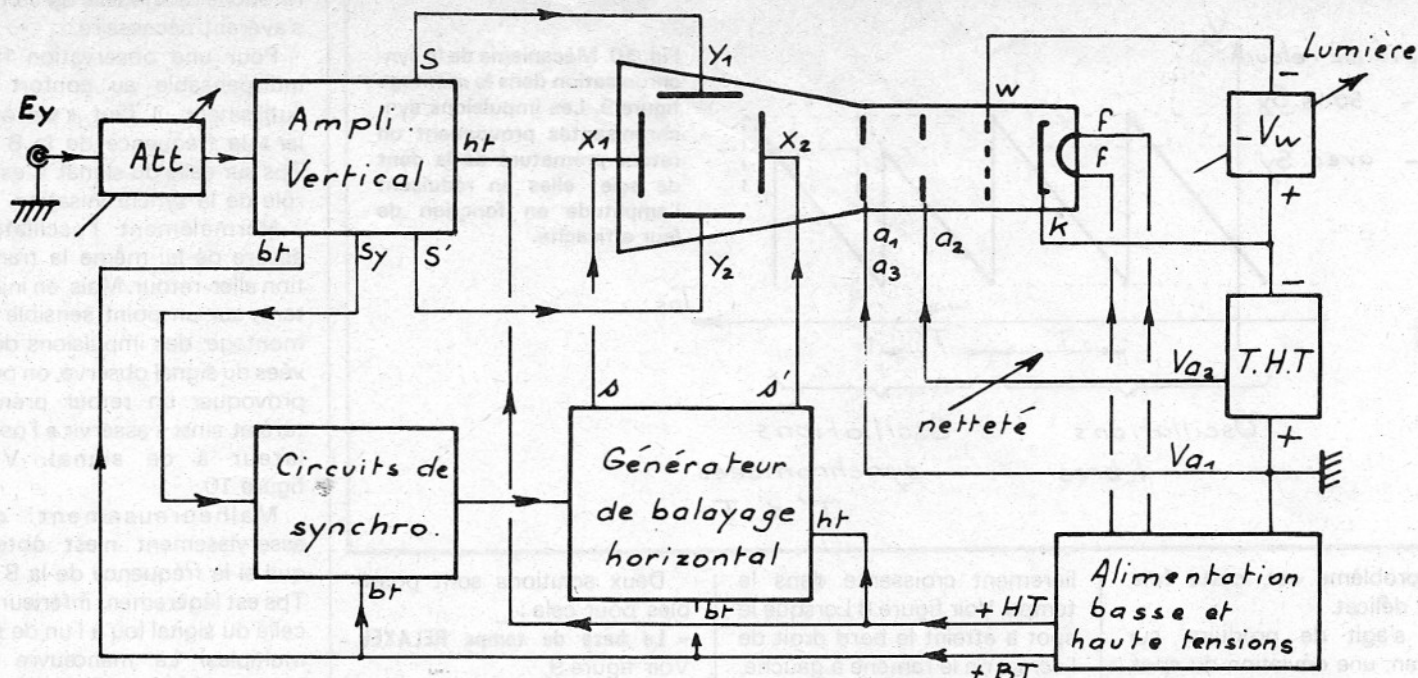

Fig. 7. - Schéma-bloc d'un oscilloscope.
- une alimentation assurant le chauffage du filament, la ddp cathode-anode et la contre-tension réglable de wehnelt. Voir figure 7. mais pour rendre tout cela opérationnel, il faut compléter avec :